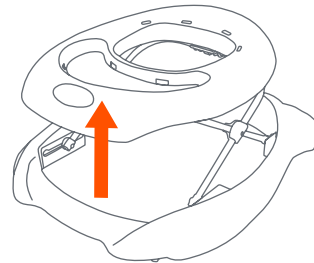

Fig. 1
- 1) • To open the baby walker raise the tray up until the walker clicks into position (Fig. 1).
- Para abrir el andador, levante la bandeja hasta que el andador encaje en su posición (Fig. 1).